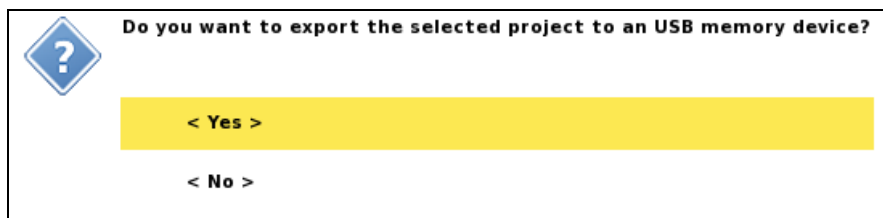

Figura 75. Menú de Opciones de Proyecto Figura 76. Dialogo de Confirmación de Exportar Proyecto
- Resaltar <Export Task as TXT> (Figura 75)
- Resaltar <Export Project> (Figura 75)